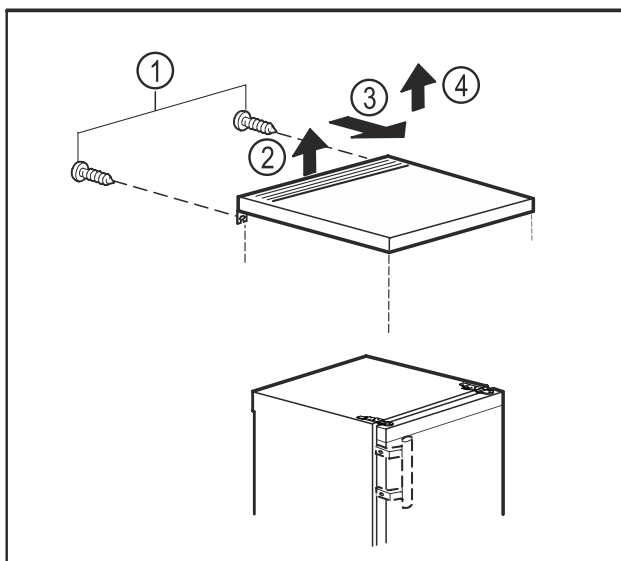

Fig. 9
- ▶ Отстранете винтовете от задната страна. Fig. 9 (1)
- ▶ Повдигнете плота на масата отзад. Fig. 9 (2)
- ▶ Преместете плота на масата напред. Fig. 9 (3)
- ▶ Свалете плота на масата нагоре. Fig. 9 (4)